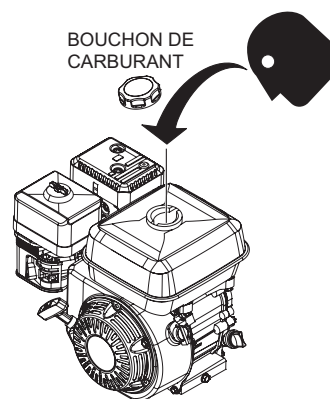

Figure 6. Vérification du carburant
1. Inspecter visuellement (figure 6) pour voir si le niveau de carburant est bas. Si le niveau de carburant est bas, remplir avec du carburant sans plomb.